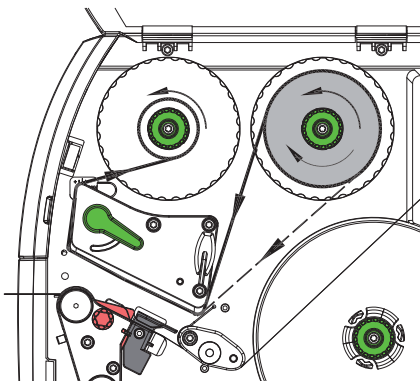

Figura 18 Paso del ribbon
2. Girar la palanca (6) en sentido antihorario para elevar el cabezal.
3. Desplazar el carrete de ribbon (1) sobre el desbobinador (2) de tal forma que el recubrimiento de color del ribbon se oriente hacia abajo al desbobinar.
4. Posicionar el carrete (1) sobre el desbobinador de tal forma que ambos extremos del carrete se sitúen en los mismos valores de la escala.
5. Sujetar el carrete de ribbon (1) y girar el botón giratorio del desbobinador (3) en sentido antihorario hasta que el carrete de ribbon quede fijo.
6. Desplazar un núcleo de ribbon adecuado (4) sobre el rebobinador de ribbon (5) y fijarlo de la misma forma.
7. Guiar el ribbon a través del módulo de impresión tal y como se muestra en la Figura 18.
8. Fijar el inicio del ribbon al núcleo de ribbon (4) usando cinta adhesiva. Durante este proceso, tener en cuenta el sentido de giro del rebobinador de ribbon en sentido antihorario.
9. Girar el rebobinador de ribbon (5) en sentido antihorario para alisar el paso del ribbon.
10. Girar la palanca (6) en sentido horario para bloquear el cabezal.